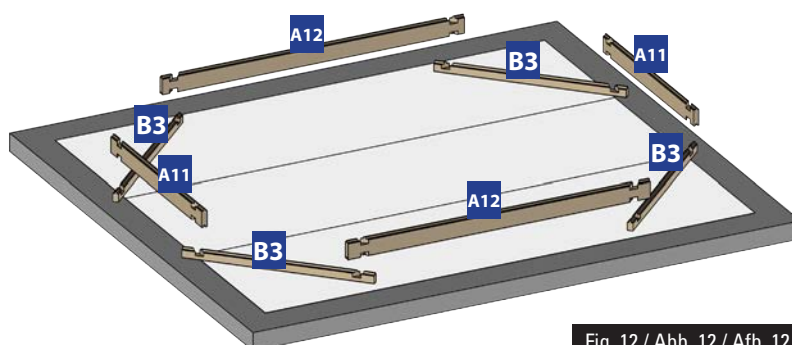

Fig. 12 / Abb. 12 / Afb. 12
**INSTALLATION OF THE FIRST LAYER OF BOARDS:** • Build the first layer placing boards (A11), (A12) and (B3) as shown by figure 12. • Adjust the shape of the pool using the inside dimensions indicated in the installation diagram (see page 20). • The drawing shows the inside dimensions of the pool for the different opposing diagonals. After having installed the first layer, you should check the inside dimensions of the pool.
**POSITIONNEMENT DE LA 1ÈRE RANGÉE DE MADRIERS :** • Constituez la première rangée, en disposant les madriers (A11), (A12) et (B3) comme indiqué sur la figure 12. • Ajustez la forme de la piscine en vous aidant des dimensions intérieures indiquées sur le plan d'implantation (Voir page 20). • Le plan donne les dimensions intérieures du bassin pour les différentes diagonales opposées.
**POSITIONIERUNG DER ERSTEN REIHE VON BRETTERN:** • Errichten Sie die erste Reihe, indem Bretter (A11), (A12) und (B3) platzieren, wie Abb. 12 zeigt. • Passen Sie die Form des Pools an, indem Sie die angezeigten Innenmaße verwenden, die in der Einbauzeichnung (Siehe Seite 20) aufgeführt sind. • Die Zeichnung zeigt die Innenmaße des Pools für die verschiedenen gegenüberliegenden Diagonalen.
**PLAATSING VAN DE EERSTE RIJ PLANKEN:** • Construeer de eerste rij door het plaatsen van planken (A11), (A12) en (B3) zoals te zien is op afbeelding 12. • Plan de vorm van het zwembad aan waarbij u gebruik maakt van de interne afmetingen die zijn aangegeven op het montageplan (Zie pagina 20). • Het plan geeft interne afmetingen van het zwembad aan voor de verschillende tegenover elkaar liggende diagonale lijnen.